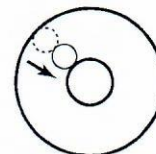

Рис. 7
- Юстировка производится следующим образом: вращайте подъемные винты до тех пор, пока пузырек наполовину не приблизится к центру круглого уровня (рис. 7).